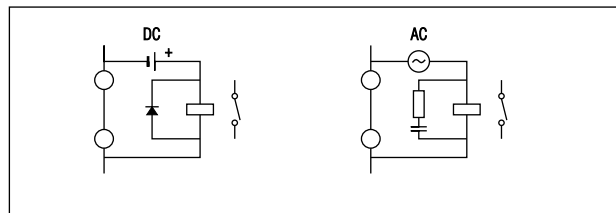

Abbildung 1-12. RC-Glied
- Wenn die Relaisausgänge zum Schalten induktiver Lasten wie Hilfsrelais verwendet werden, installieren Sie eine Schutzdiode bzw. ein RC-Glied wie in Abbildung 1-12 gezeigt.